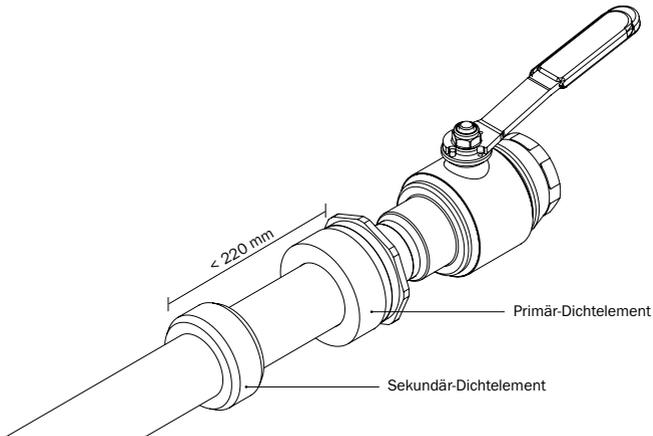

Abbildung 5.4: Positionierung Sekundär-Dichtelement
- Anschließend das Sekundär-Dichtelement ebenfalls über die Gashauseinführung schieben. Der Abstand zwischen Oberkante des Primär-Dichtelements und Unterkante des Sekundär-Dichtelements muss weniger als 220 mm betragen (s. Abbildung 5.4).